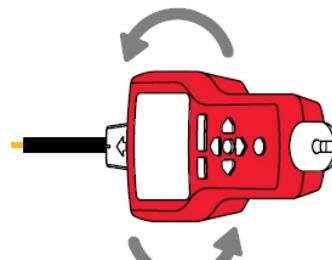

Figura 3.2d
- Per verificare la direzione del cavo, ruotare periodicamente il ricevitore di 90 gradi. La potenza del segnale sarà più alta quando il cavo è allineato con la scanalatura del sensore punta. (Vedi Figura 3.2d)